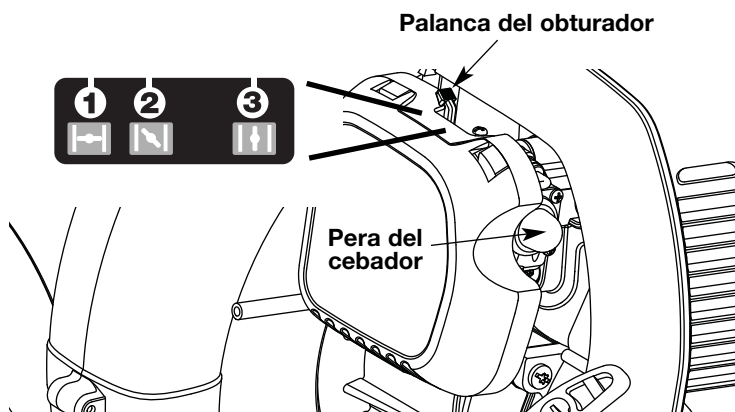

Fig. 14
3. Oprima completamente el cebador y suéltelo 10 veces. Hágalo lentamente. Se deberá ver un poco de **combustible en el cebador y en las tuberías de alimentación de combustible** (Fig. 14). Si no puede ver el combustible en el cebador, oprímalo y suéltelo tantas veces como sea necesario hasta que vea combustible en el mismo.
4. Coloque la palanca del obturador en **Posición 1** (Fig. 14).
6. Coloque la palanca del obturador en **Posición 2** (Fig. 14) y deje que el motor se caliente durante unos 5 a 10 segundos.
7. Coloque la palanca del obturador en **Posición 3** (Fig. 14). La unidad está lista para usarse.